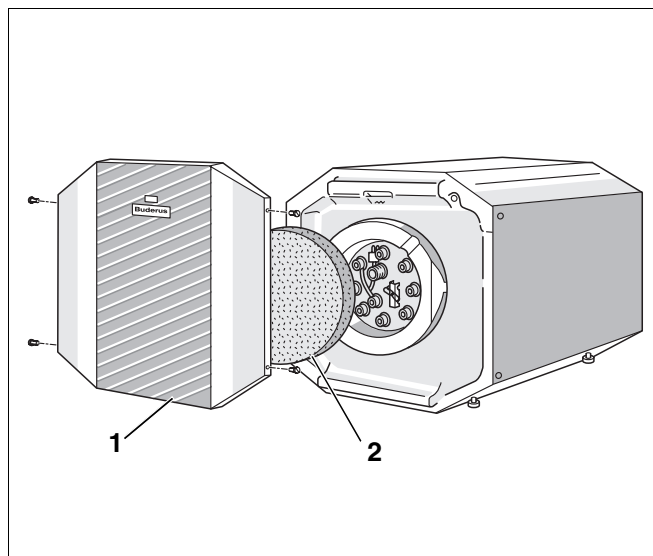

Рис. 11 Установка датчиков (подключение сверху, принципиальное изображение)
- Вывернуть по 2 самореза справа и слева из боковой стенки (рис. 11).
- Снять переднюю стенку бака (рис. 11, поз. 1), подав вперед, и удалить теплоизоляционный элемент из мягкого пенопласта (рис. 11, поз. 2).
Экспликация к рис. 11:
- Уложить теплоизоляционный элемент на крышку люка и установить переднюю крышку (рис. 11 на стр. 10).